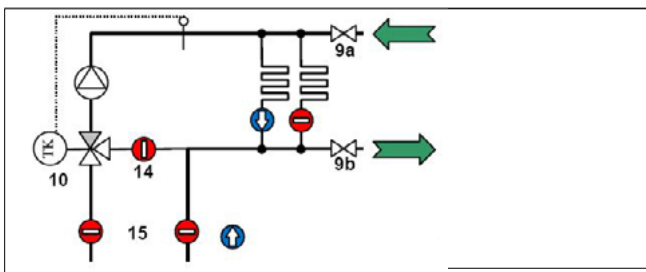

Fig. 8-4
7. Pour remplir et rincer les circuits de chauffage, brancher le tuyau de remplissage sur la vanne de remplissage et de purge du circuit d'alimentation (9a, Fig. 8-4) et le tuyau de vidange sur la vanne de remplissage et de purge du circuit de retour (9, Fig. 8-4).